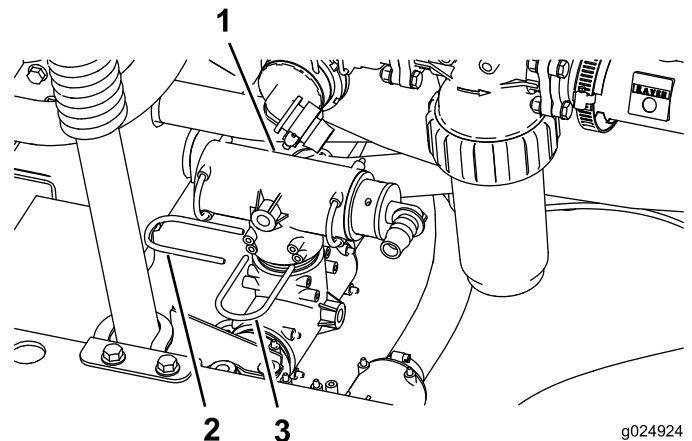

Bild 25
2. Befestigen Sie den T-Anschluss unten links am Heck der Maschine an der T-Anschlusshalterung (Bild 25).